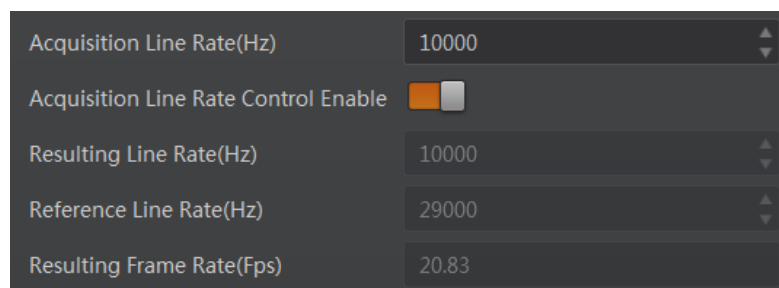

图9-1 行频设置
2. 启用 *Acquisition Line Rate Control Enable* 参数，如图9-1所示。